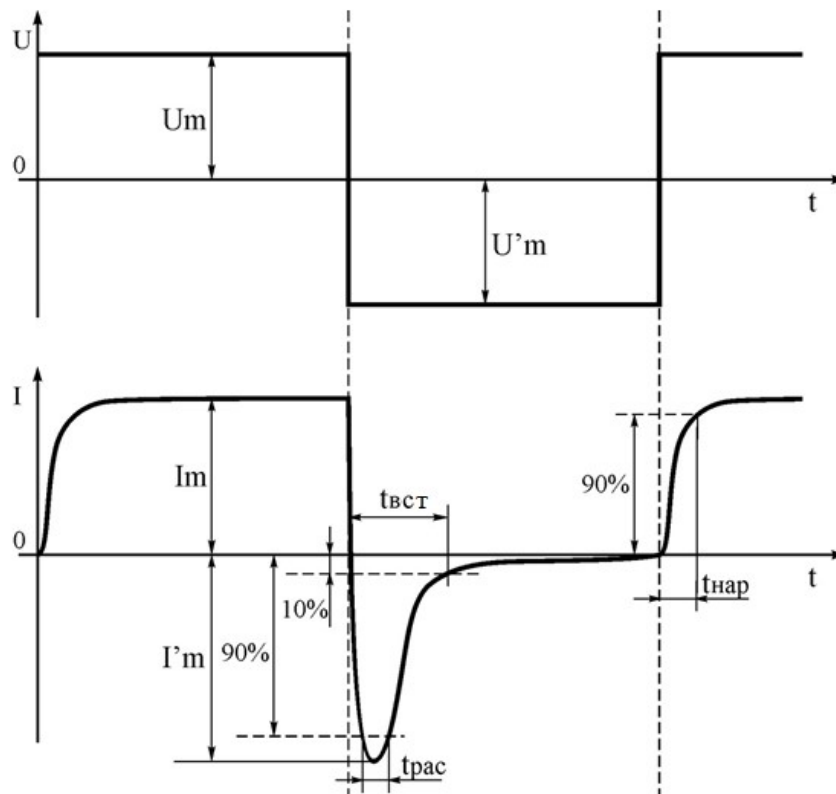

Рис. 5.11 – Осцилограма дослідження перехідних процесів діода
4.4 За допомогою ручок управління синхронізацією «TRIGGER» і зміщення променів «POSITION» осцилографа привести осцилограму до виду представленому на рис. 5.11.
4.5 Натиснути кнопку десятикратного збільшення по горизонталі «x10 MAG». Виміряти всі необхідні параметри перехідного процесу згідно рис. 5.11 і занести в таблицю 5.4, враховуючи, що канал 2 осцилографа відображає падіння напруги на резисторі $R1$, знаючи номінал якого можна отримати струм I .